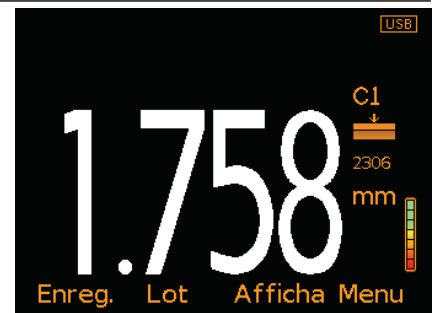

Figure 5: Mesures
- **Mesures (Figure 5)** : La valeur mesurée est affichée conformément à la résolution choisie par l'utilisateur - voir Section 7.7 en page fr-13.